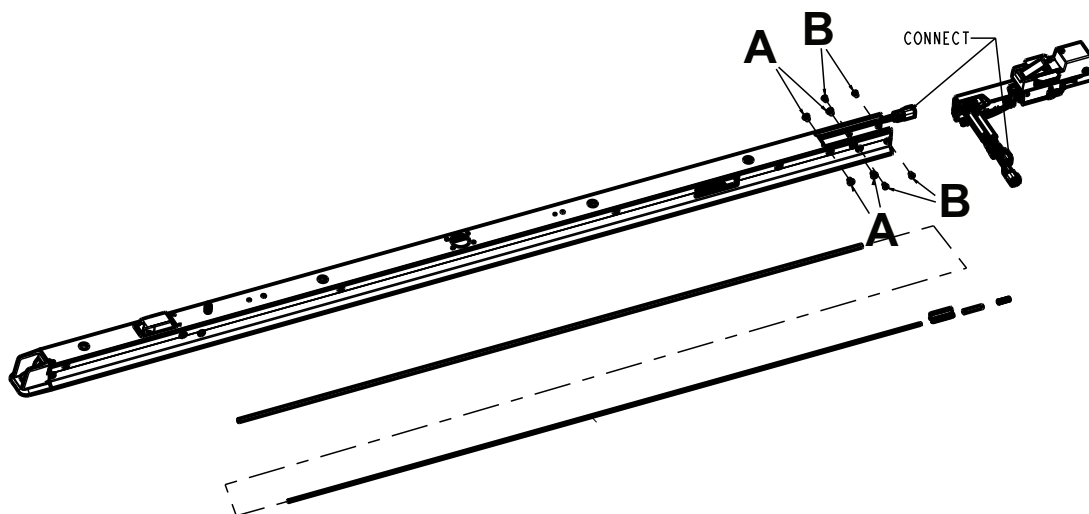

Figure 48 – Retirer l'ensemble de cliquet d'ancrage de l'ancrage
5. À l'aide d'une clé à six pans de 5/32 po, retirer les quatre vis (A) (Figure 48). Conserver les vis.
6. À l'aide de deux clés à six pans de 1/8 po, retirer les quatre vis d'assemblage à tête plate (B) qui fixent l'ensemble de cliquet d'ancrage à l'ancrage. Conserver les vis.